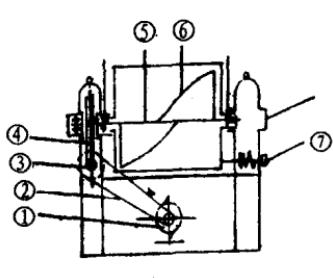

图 1-1 和面机传动系统图
和面机的种类不同，其零件结构也有所差别，但主要部件基本相同，均有电机、减速机构、搅拌桨、料斗、倒料装置、控制系统及机架等。下面介绍的是浙江省肖山商业机械厂生产的HWJ25型和面机(荣获商业部优质产品证书)的结构和工作原理。(见图1-1)
把插销⑦(见图1-1)拔出，面斗向前翻倒出面。